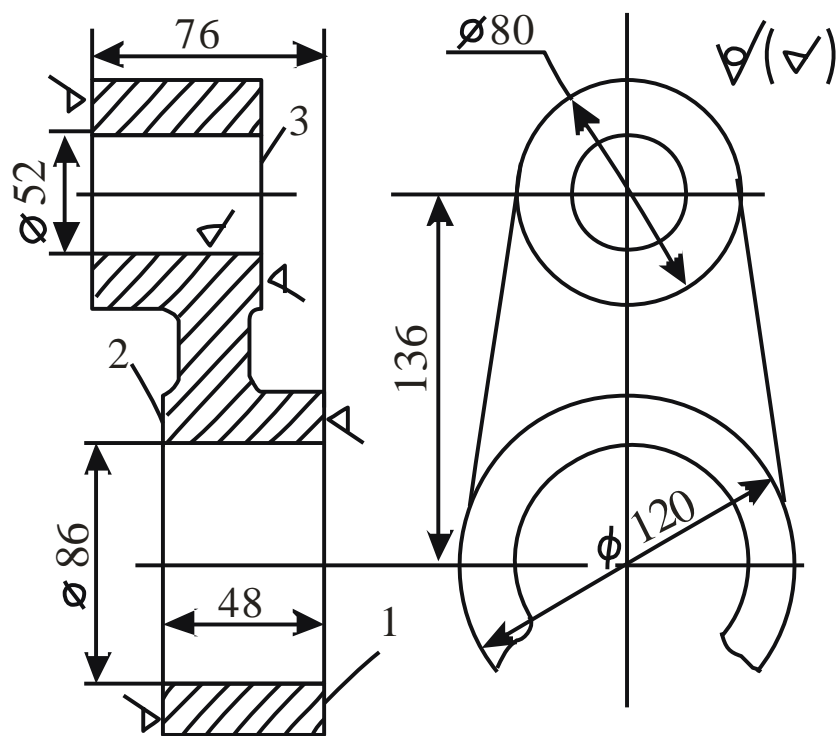

Рисунок 4
2. По ескізу деталі (рис. 4) розробіть ескізи елементів ливарної форми, моделі стрижньового ящика, зібраної ливарної форми (в розрізі). Опишіть послідовність виготовлення форми методом ручного формування. Матеріал деталі — СЧ20.